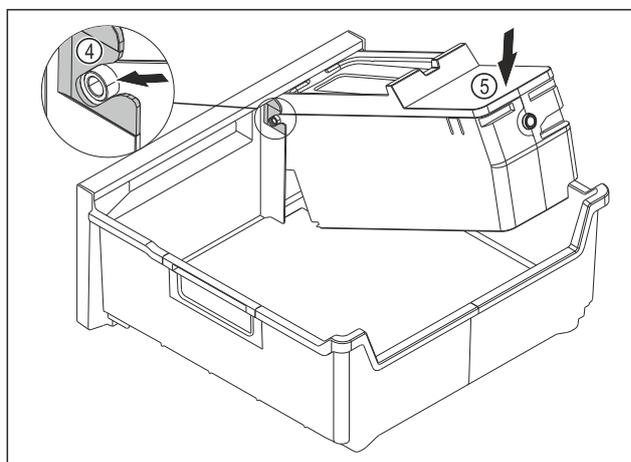

Fig. 147
- ▶ Встановіть корпус EasyTwist-Ice: Вставте осі корпусу EasyTwist-Ice в напрямні Fig. 147 (4).
- ▶ Натисніть на корпус EasyTwist-Ice Fig. 147 (5) ззаду вниз.